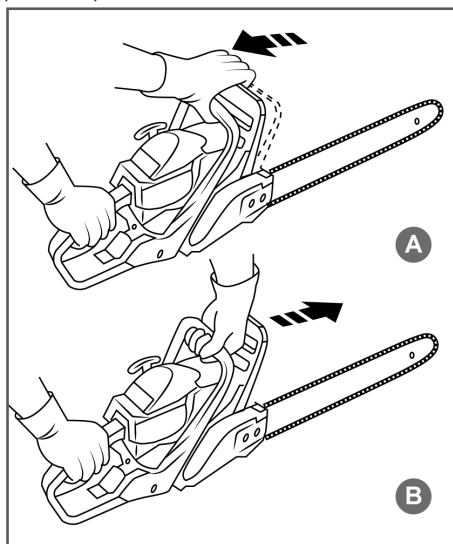

Рис. 7 Проверка механического тормоза цепи
Тормоз цепи выключен (цепь может вращаться), когда ручка тормоза взведена (Рис. 7А).
Тормоз цепи включен (цепь не имеет возможности вращаться), когда ручка тормоза находится в отжатом положении (Рис. 7В).
3. Используя тормоз цепи, переместить левое запястье от себя и нажать им на ручку тормоза, не отпуская рукой переднюю рукоятку пилы (Рис. 7В).
6. Введите ручку тормоза (Рис. 7А).
4. Убедитесь, что тормоз цепи включен (цепь заторможена), как показано на Рис. 7В.
После запуска двигателя немедленно выключите тормоз пильной цепи. Для этого потяните ручку тормоза на себя до щелчка (Рис. 7А).